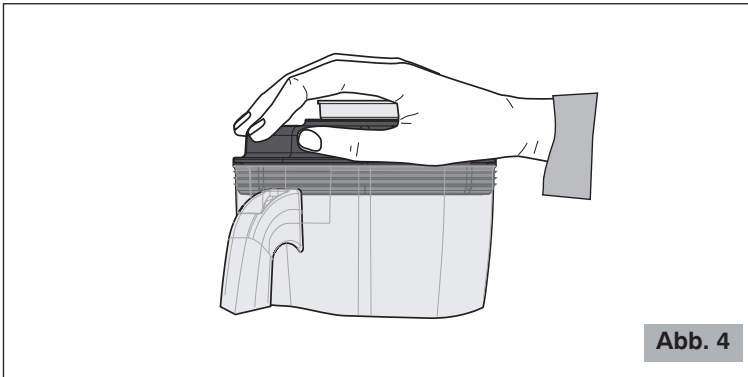

Abb. 4
- 5 Die gewünschte Geschwindigkeit mit dem Wählschalter  wählen und dabei eine Hand auf den Deckel halten, dann den Motor durch Drücken der Taste  einschalten (Abb. 4).
encender el motor pulsando el botón  (Fig. 4).